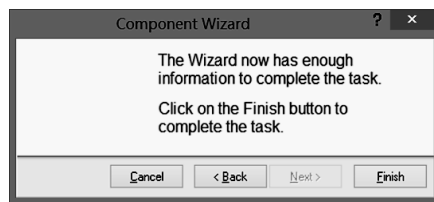

图 9-2-9 封装制作完成界面
(8) 单击【Next】按钮，显示结束对话框，如图 9-2-9 所示。单击【Finish】按钮，结束 PCB 元器件封装的创建操作，DIP40 封装图形如图 9-2-10 所示。